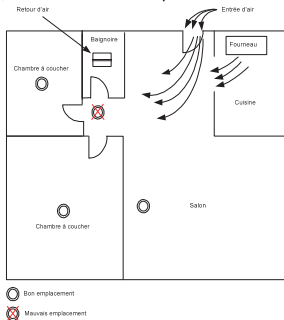

Figure 6: Emplacements recommandés pour les détecteurs de fumée et de chaleur
- ◆ Ne montez pas les détecteurs de fumée sur le chemin d'aspiration d'air frais. L'écoulement d'air frais vers l'intérieur ou vers l'extérieur peut éloigner la fumée du détecteur de fumée et de chaleur; et réduire ainsi son efficacité. La figure 6 indique les emplacements corrects et incorrects concernant ce problème.